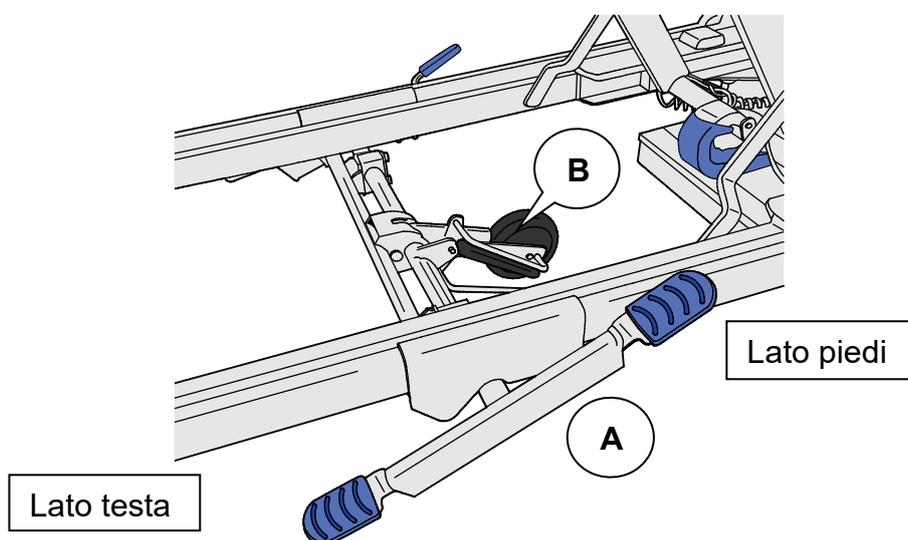

Fig. 1 - Pedale di attivazione della quinta ruota
1. Abbassare il pedale di attivazione della quinta ruota dal lato testa (A) **(vedere fig. 1)**. La quinta ruota (B) si abbasserà fino a toccare il pavimento.
1. Abbassare il pedale di attivazione della quinta ruota dal lato piedi (A) **(vedere fig. 1)**.
2. Accertarsi che la quinta ruota (B) si sia sollevata dal pavimento.